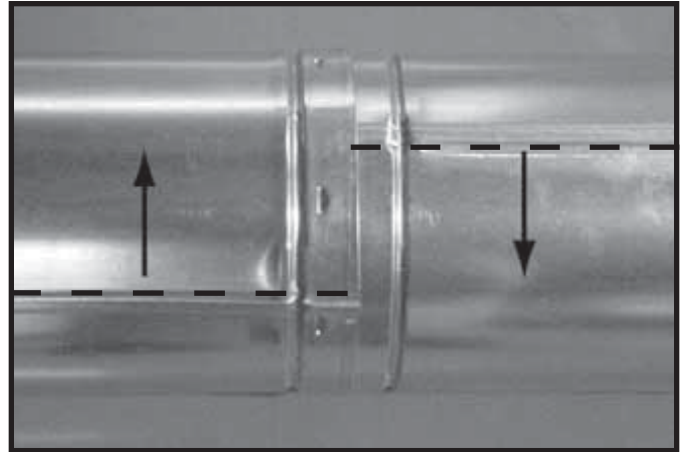
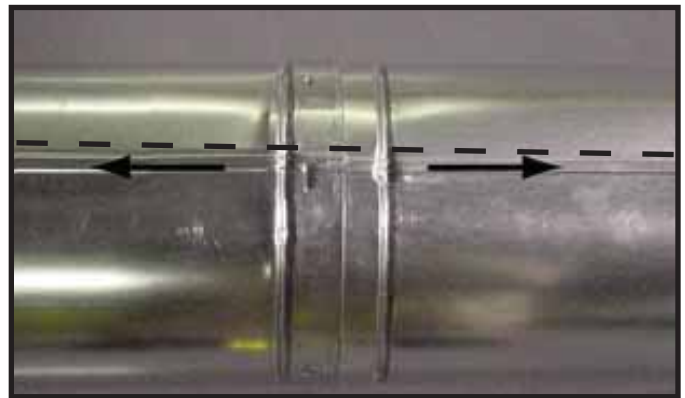

Fig. 10.10 Roter skjøtene for demontering
Fig. 10.11 Sammenpass og demonter ventileksjoner
- Roter begge deler (se Fig. 10.10) slik at skjøtene på begge rørdeler sammenpasser, som vist i Fig. 10.11.